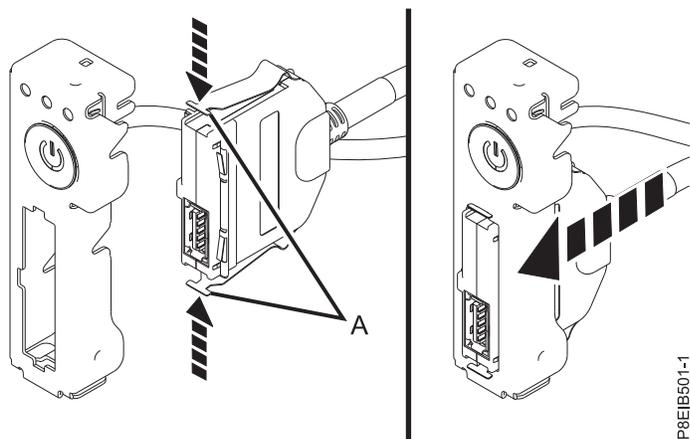

図 70. 電源スイッチへの前面 USB ケーブルおよびコネクタの接続
3. ラッチ (A) を押しながら、前面 USB ケーブルおよびコネクタを電源スイッチに接続します。 図 70を参照してください。